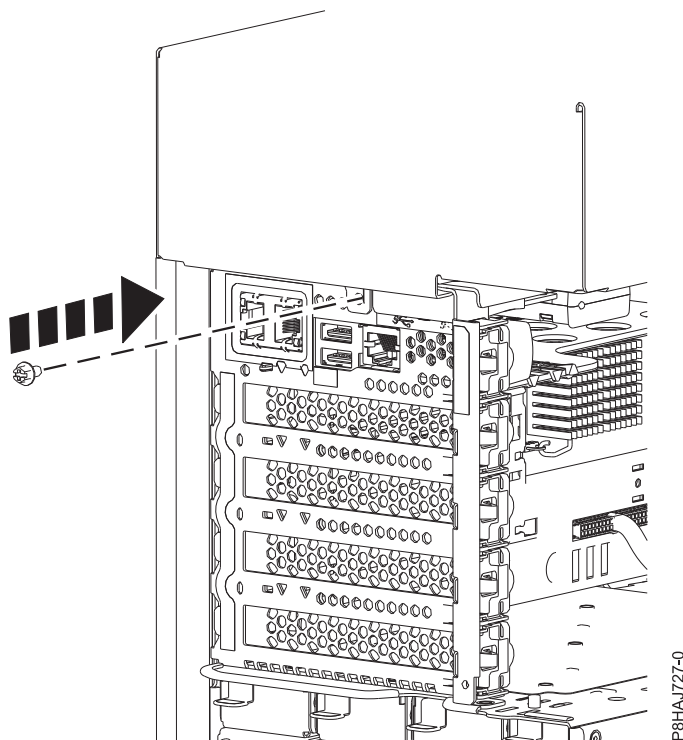

Abbildung 34. Anbringen der Schraube der Seitenabdeckung bei einem Standalone-System vom Typ 8286-41A
5. Bringen Sie die hintere Schraube der Seitenabdeckung mit einem Kreuzschlitz-Schraubendreher an (siehe Abb. 34 auf Seite 50).